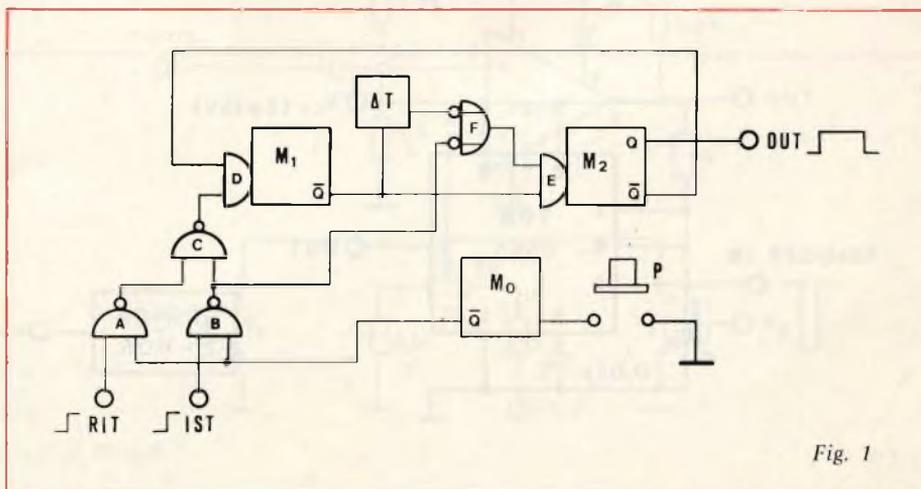
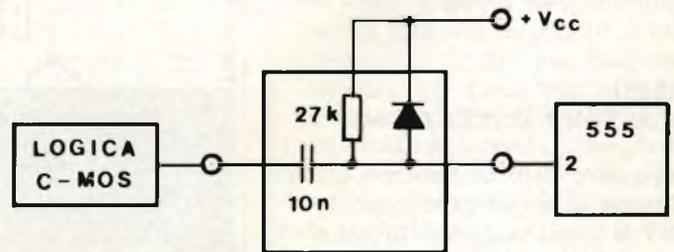

Fig. 1
Fig. 5
**I**n fig. 1 è rappresentato lo schema a blocchi del temporizzatore i cui componenti fondamentali sono 3 multivibratori monostabili denominati rispettivamente M0, M1, M2.
Per poter mantenere la validità dello schema a blocchi della fig. 1 che funziona con segnali non impulsivi, è necessario interfacciare logica e temporizzatore mediante una rete RC derivatrice, come mostrato in fig. 5.